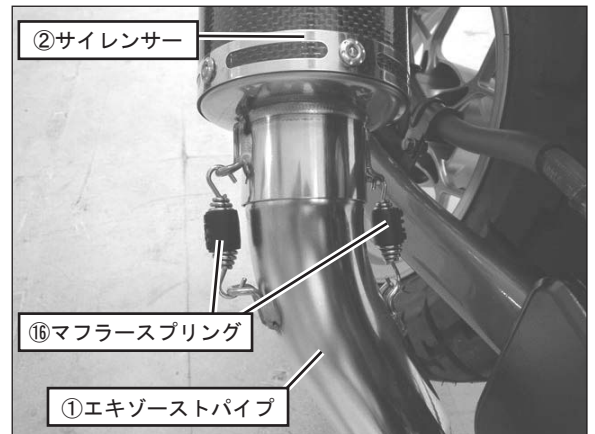

FIG. 7
6. ①エキゾーストパイプに②サイレンサーを差し込み、⑬マフラスプリングをスプリング取付工具を使用して取り付けして下さい。(FIG. 7参照)